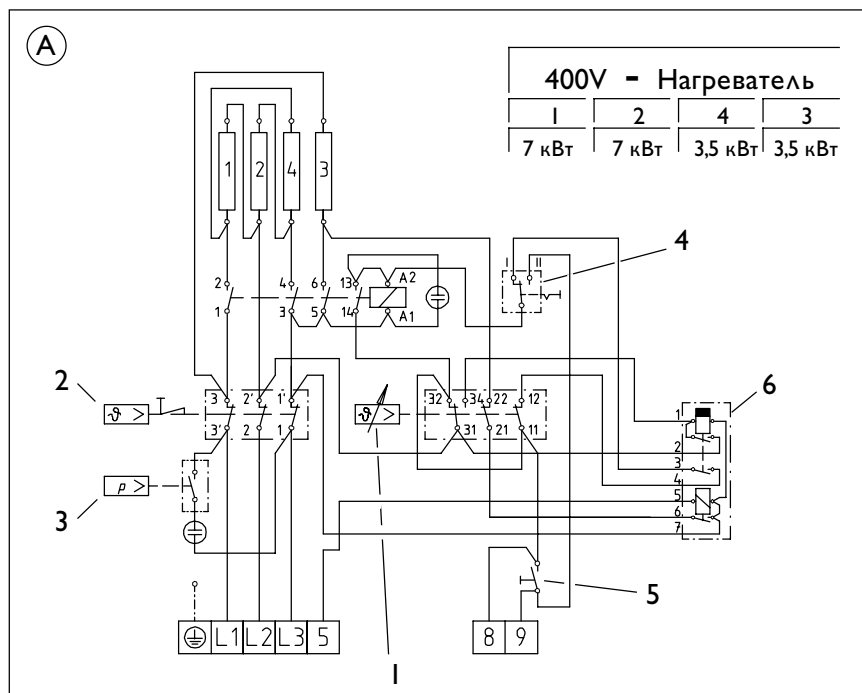

Рис. 11
- Переключатель должен быть установлен в соответствии с режимом эксплуатации (рис.11, поз.4).
А Схема электрических соединений, рис.11